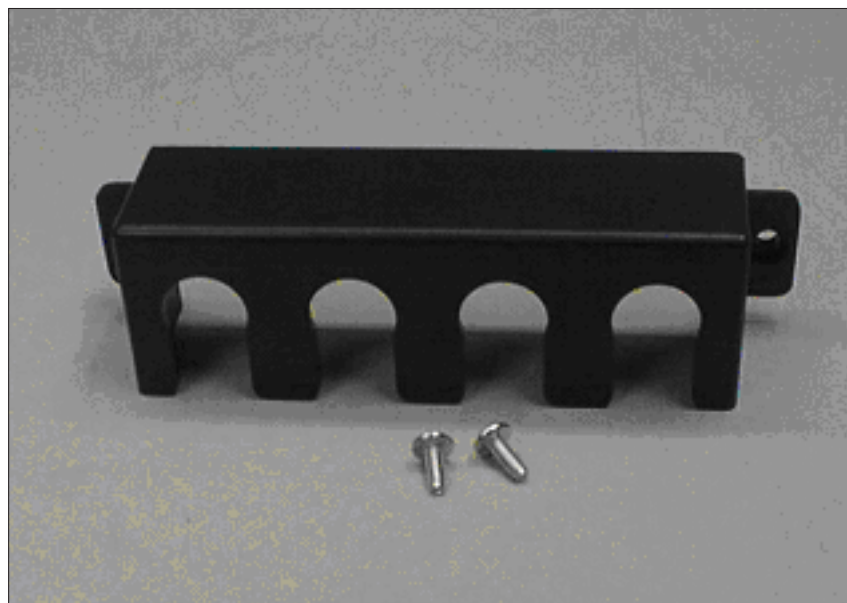

図 58. 2145 UPS-1U 電源ケーブル保持ブラケットのハードウェア
2. パッケージからブラケットと 2 個のねじ (図 58に示されています) を取り出します。